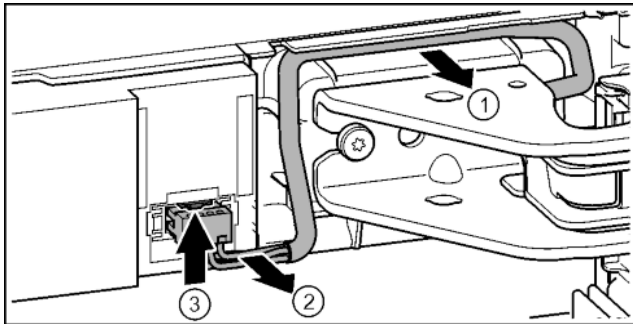

Fig. 21
- Óvatosan vegye ki a csapágyblokk feletti kábelt a vezető-sínből. Fig. 21 (1)
- Óvatosan húzza ki a kábelpázmákat a csatornából. Fig. 21 (2)
- Nyomja felfelé a fedőlemezt, és óvatosan húzza ki a dugót. Fig. 21 (3)